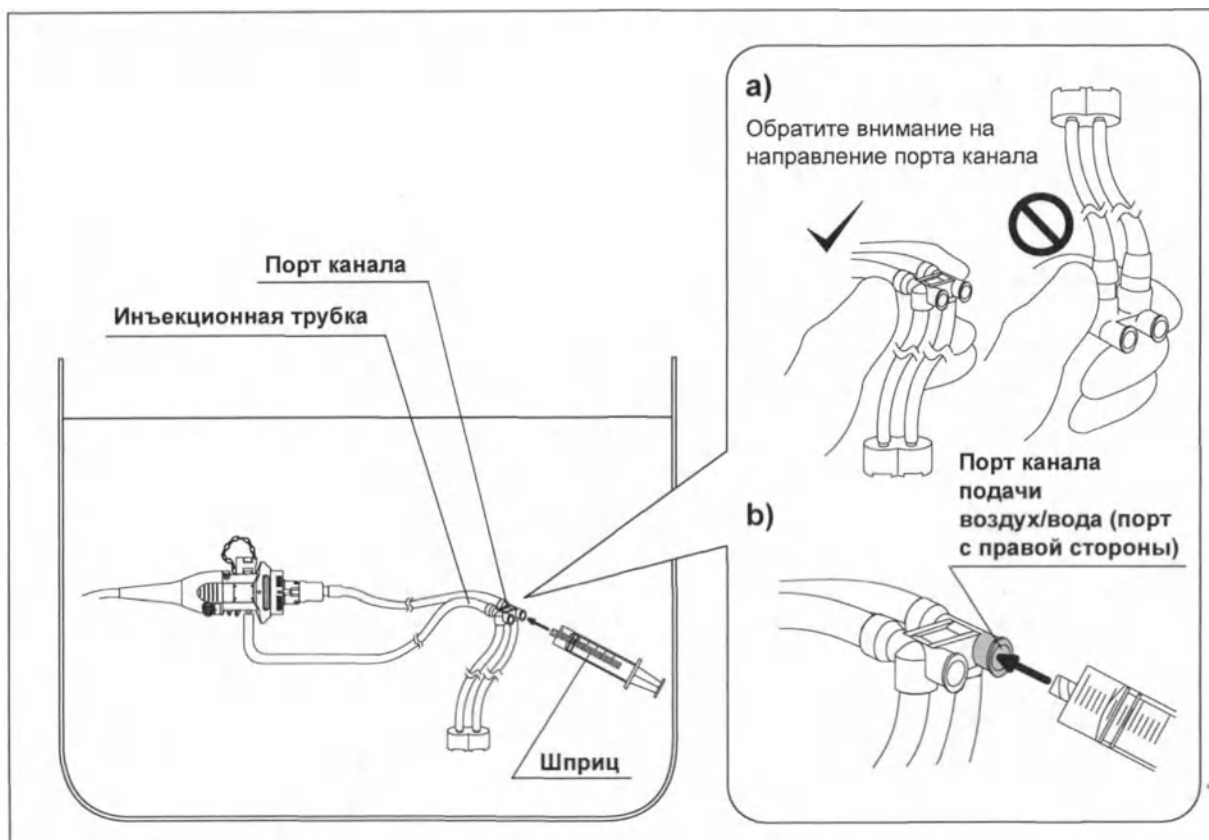

Рисунок 5.48
- 7** Присоедините шприц к порту канала подачи воздух/вода инъекционной трубки. (См. рис. 5.48)
- 14** Присоедините шприц к порту канала подачи воздух/вода инъекционной трубки. (См. рис. 5.48)